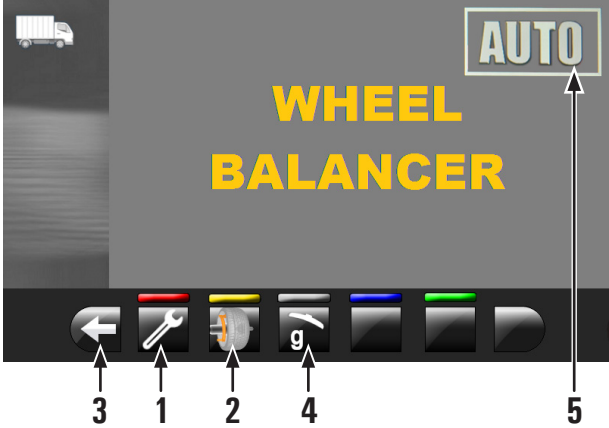

Fig. 78
Apretando el pulsador (Fig. 77 ref. 3) se visualiza una segunda página, donde se puede acceder al Menú "Asistencia técnica" y Menú "Run-out" (véase Fig. 78).